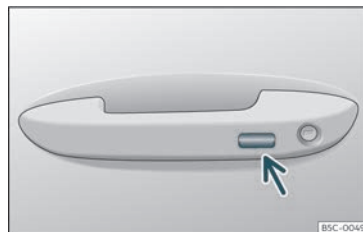

Fig. 93 Maneta de la porta: superfície sensora.
• **O BÉ** mitjançant el sistema Keyless Access* (només tancament): Mantingueu un dit durant uns segons sobre la superfície sensora de bloqueig»» **fig. 93** (fletxa) de la maneta de la porta perquè es tanquin les finestretes i el sostre*. Si es deixa de tocar la superfície sensora s'interromp la funció de tancament.
- Mantingueu un dit durant uns segons sobre la superfície sensora de bloqueig >>> **fig. 93** (fletxa) de la maneta de la porta perquè es tanqui el sostre. Si es deixa de tocar la superfície sensora s'interromp la funció de tancament.